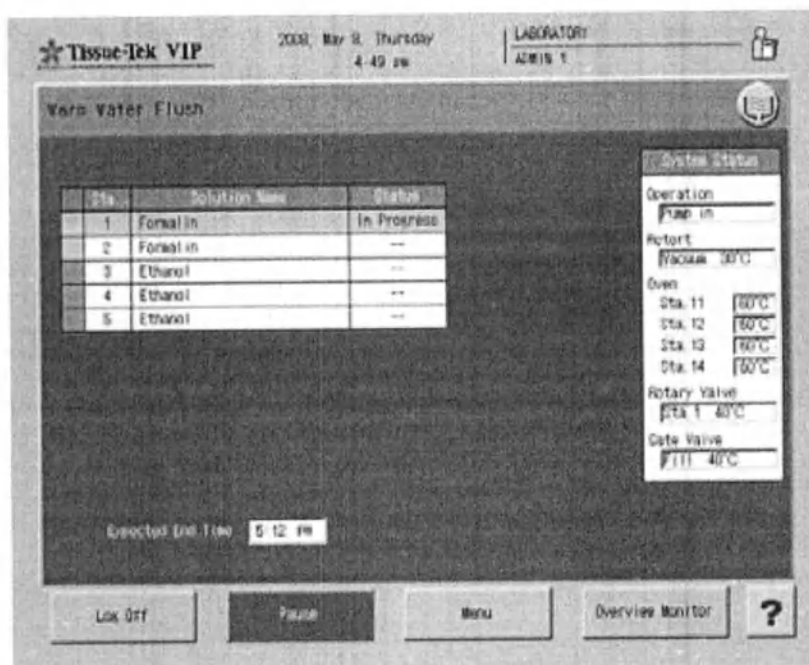

Рис. 127 Подробный монитор
1. На обзорном мониторе «Warm Water Flush» (Промывка теплой водой) нажмите кнопку «Detailed Monitor» (Подробный монитор). Появится соответствующий экран (Рис. 127).